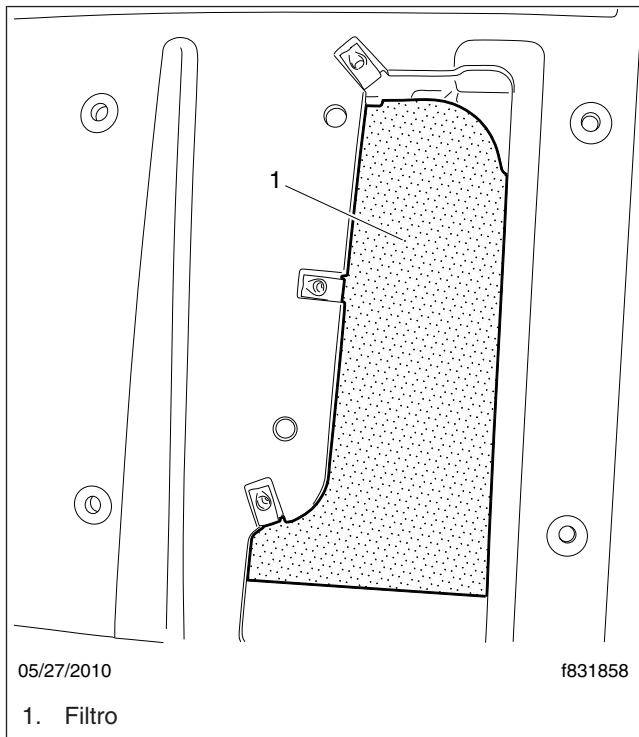

Figura 12, Retiro del filtro ParkSmart
3. Tire del filtro para sacarlo de la ranura. Vea la **Figura 12**.